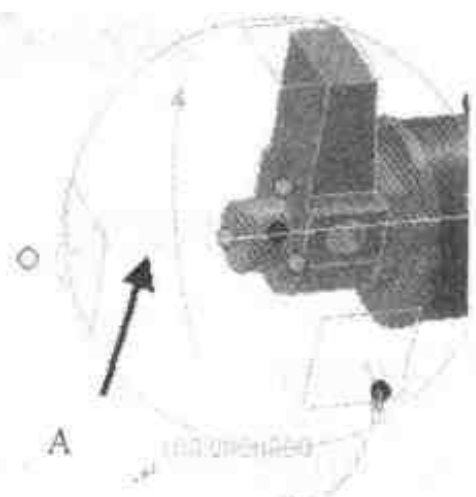

图 3.24 旋转左脚蹬
(7) 将左脚蹬轴(A)旋转 180°。结果如图 3.24 所示。